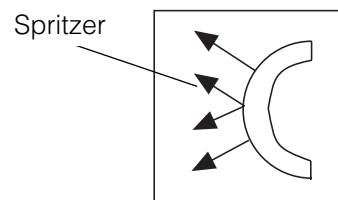

Abb. 21
- 6 - Die Richtung der "Spritzer" genau beobachten (Abb. 21).